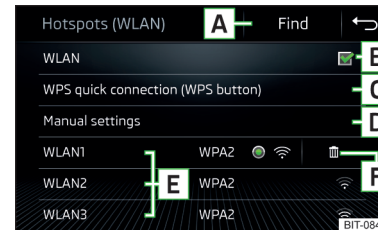

Abb. 176
Bei eingeschalteter WLAN-Funktion wird eine Liste der verfügbaren oder der zuvor verbundenen Hotspots mit den folgenden Informationen und Funktionsflächen angezeigt » Abb. 176.
- Die Liste der verfügbaren Hotspots anzeigen, ggf. die Liste durch Antippen der Funktionsfläche **Suche** - **A** » Abb. 176 aktualisieren.